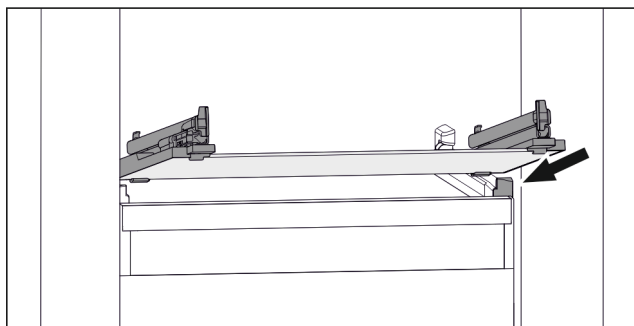

Fig. 95 Exemple de représentation de la tablette en verre
- Placer la tablette en verre, en l'inclinant, derrière les butées. (voir Fig. 95)